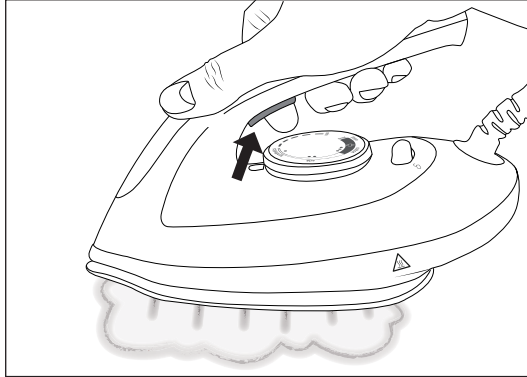

Fig. 9
- 5) În timp ce călcați articolul, apăsați și mențineți apăsată tasta pentru aburi **2** pentru a aplica continuu abur din talpa fierului de călcat **8** pe articolul de călcat (a se vedea fig. 9).